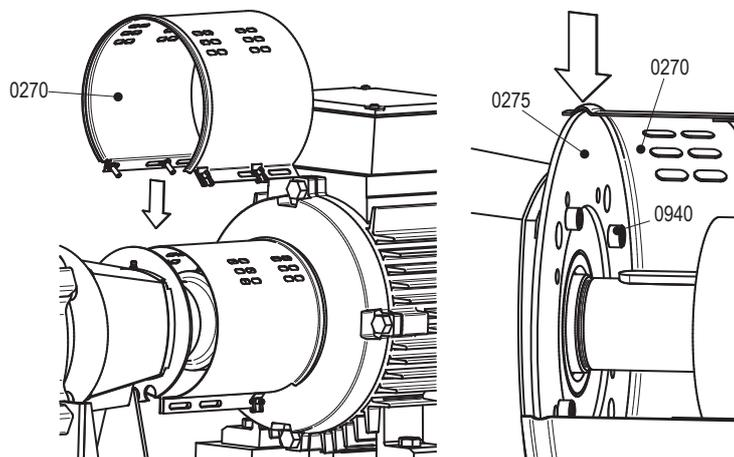

Figura 16: Montare la camicia a lato della pompa.
- 7 Svitare le viti (0940) e rimuovere la piastra di montaggio (0275) dal coperchio cuscinetto (2115). Versioni L5/L6: Svitare le viti (0940) e rimuovere la piastra di montaggio (0275) dal portacuscini (2840). Vedere la la figura 16.
Versioni L5/L6: montare la piastra di montaggio (0275) sul portacuscini (2840) con viti (0940). Vedere la figura 16.